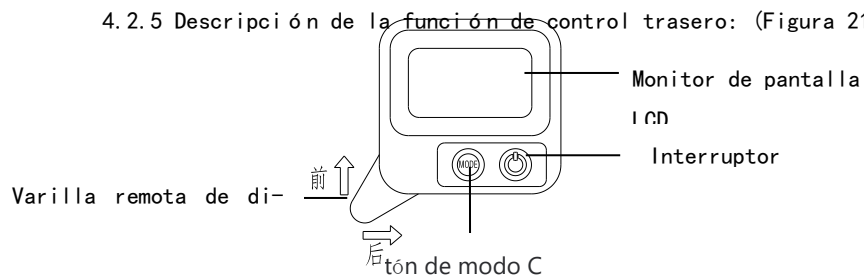

Figura 21
(2) Cuando el camino es irregular, también se recomienda usar el modo manual, que es impulsado por el cuidador para garantizar la seguridad.
4.2.5 Descripción de la función de control trasero: (Figura 21)